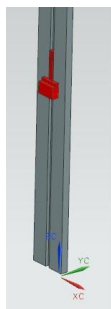

рис.1
- Рассмотрим уже пройденный пример из учебной директории *Prim\_Ves* (рис.1, 2). Ранее в этом примере красное тело снизу подпиралось скалярной силой, и поэтому оставалось неподвижным. Но если эту силу убрать, то красное подвижное тело просто начнет падать вниз по направляющим серого основания под действием собственного веса. Предполагается, что вы уже выполнили хотя бы одну анимацию вашего механизма, и поэтому в навигаторе перемещений у вас уже присутствует раздел *Solution*. То есть, качественно вы уже представляете себе – как происходит процесс. Теперь важно зафиксировать количественные характеристики этого процесса. То есть, нужно построить некоторые графики перемещения, скорости или ускорения подвижного красного тела.